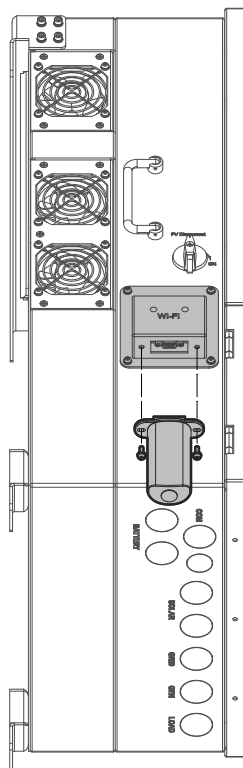

Figura 40: Conectando el Dongle Wi-Fi al Sol-Ark 12K-2P-N
- Ensamblar la carcasa y conectar el dongle al Sol-Ark. Asegurar con tornillos (véase la figura 40). Se observará una luz roja sólida y posteriormente una luz verde después de un par de minutos.